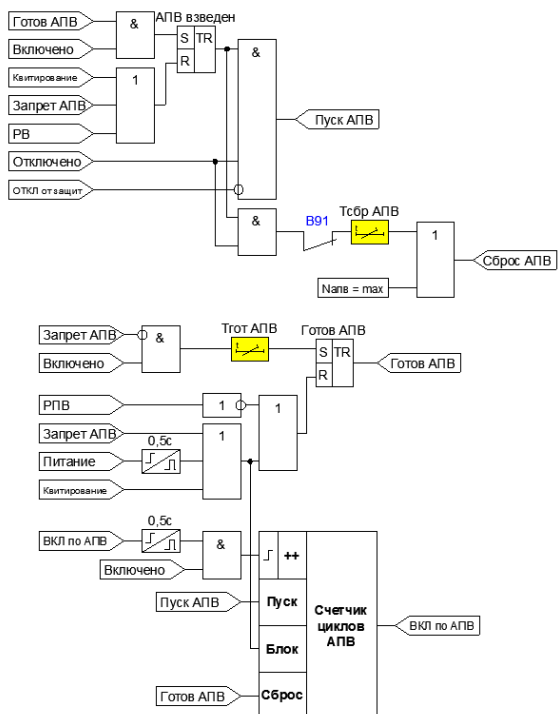

Рисунок 4.2.2 – Функциональная схема АВВ
- после включения ВВ набрана выдержка времени готовности, появился сигнал готовности и выключатель продолжает оставаться включенным (Рисунок 4.2.2);